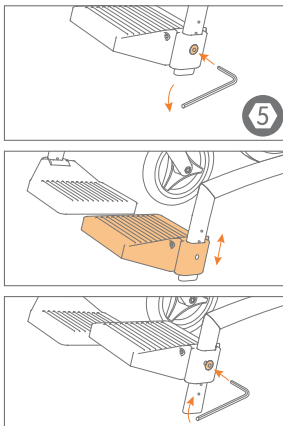

Abbildung 46: Einstellen der Höhe der Fußstützen mit einem Inbusschlüssel Größe 5.
- e. Nehmen Sie die Fußstützen aus der Tasche des Elektrorollstuhls und platzieren Sie sie an der Vorderseite des Rollz Motion Electric in die Fußstützenhalterungen am Rahmen. Schieben Sie sie von der Oberseite der Fußstützenhalterung nach unten (**Abbildung 46**). Wenden Sie keine Gewalt an, wenn die Fußstützen nicht reibungslos über die Fußstützenhalterung gleiten. Nehmen Sie sie ab und versuchen Sie es erneut.